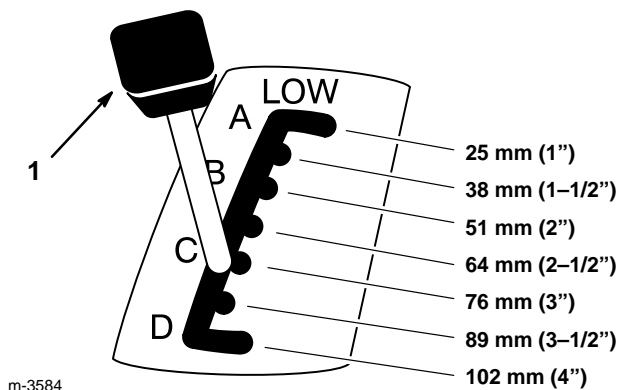

Figure 5
2. Tirer le levier de hauteur de coupe (relevage du carter de tonte) et le mettre dans la position souhaitée (Fig. 5).